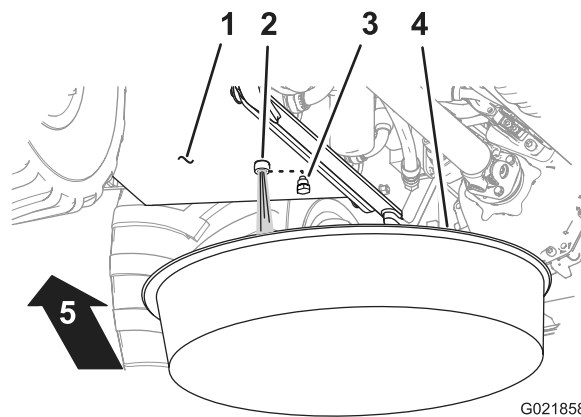

Рисунок 92
5. Снимите сливную пробку с бака гидросистемы (расположенную под баком) и слейте жидкость из бака (Рисунок 92).
7. Установите сливную пробку (Рисунок 92).
4. Установите сливной поддон с минимальной емкостью 75,7 л (20,0 кварты США) под пробку слива гидравлической жидкости из бака (Рисунок 92).